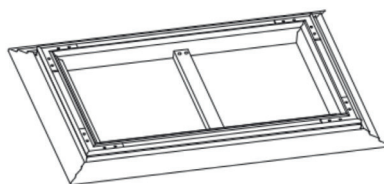

Fig. 8
8. Placez la barre de soutien (L) au milieu de la longueur dans le cadre (selon la figure 8) et fixez-la à l'élément de liaison (I) avec les vis (P) fournies.